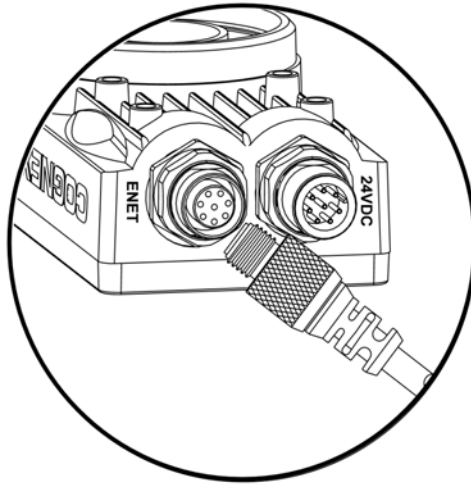

Figure 3-3 : Connexion du câble réseau
1. Raccordez le connecteur M12 mâle du câble Ethernet au connecteur ENET M12 femelle du capteur (Figure 3-3).